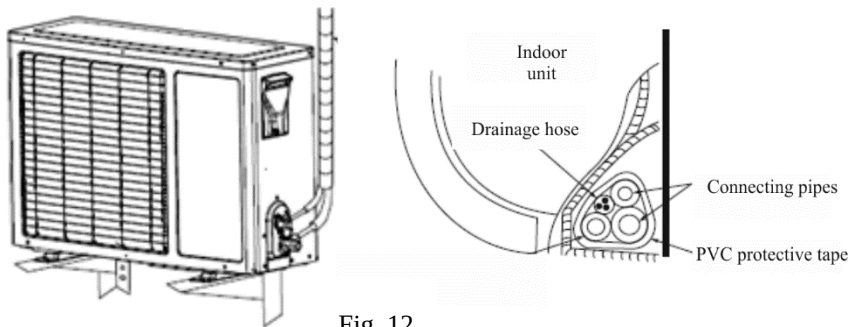

Fig. 12
- Beginnen Sie mit dem Umwickeln des Leitungspakets am Außengerät und arbeiten Sie in Richtung Innengerät (siehe Abbildung 12).